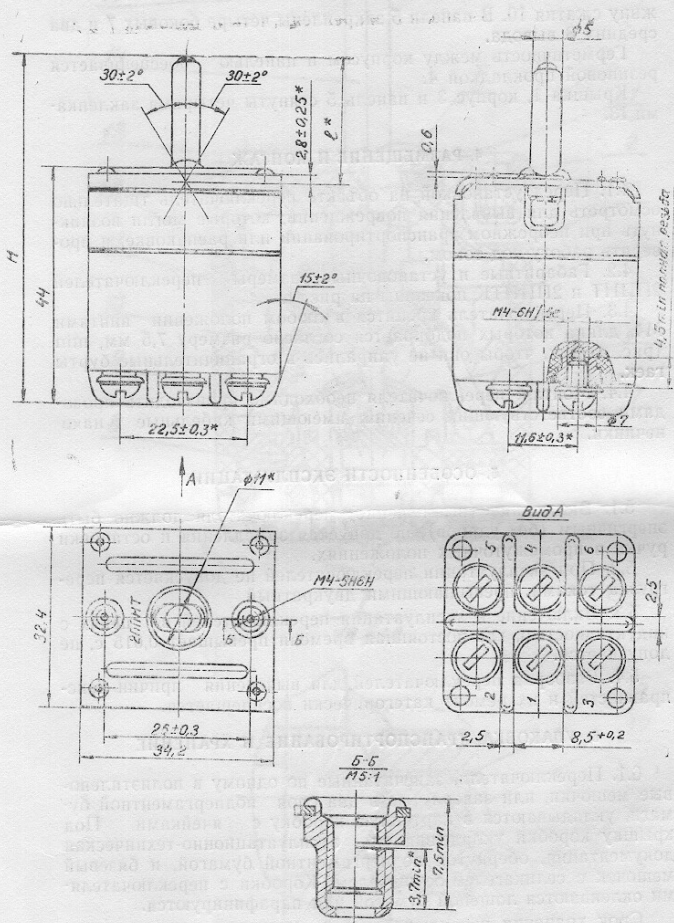

Рис. 4. Габаритные и установочные размеры переключателей
4.2. Габаритные и установочные размеры переключателей 2ПННТ и 2ПННТК показаны на рис. 4.
4.3. Переключатель крепится в любом положении винтами М4, длина которых подбирается согласно размеру 7,5 мм, min (рис. 4) так, чтобы они не упирались в ограничительные бурты гаек.